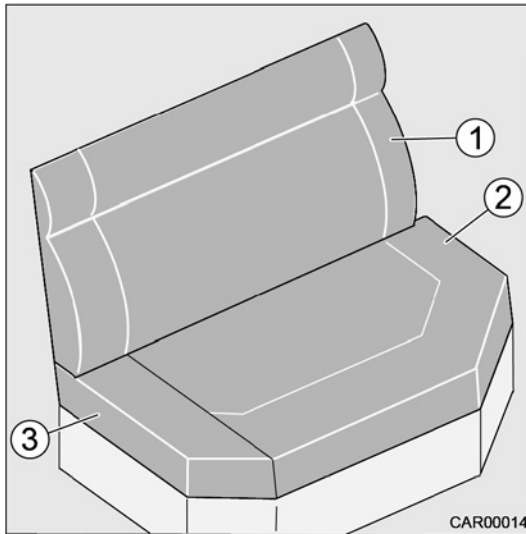

Fig. 41 Transformation de la banquette latérale
1. Enlever le coussin dossier (Fig. 41/1) et le coussin d'assise (Fig. 41/2).
2. Enlever le coussin amovible (Fig. 41/3) du coussin d'assise (Fig. 41/2) et le ranger.